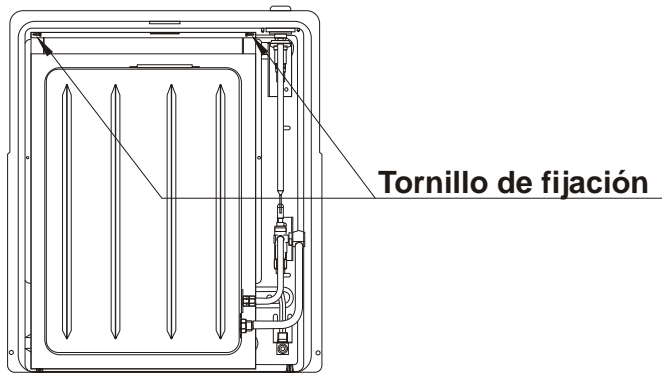

Fig.11
- En esa posición y controlando que el calefactor quede nivelado, marque en la pared la posición de los **2 orificios de fijación** en la Espalda (Fig. 11). Retire el calefactor y haga las perforaciones en la pared para colocar los tarugos correspondientes.
- En esa posición y controlando que el calefactor quede nivelado, marque en la pared la posición de los **2 orificios de fijación** en la Espalda (Fig. 11). Retire el calefactor y haga las perforaciones en la pared para colocar los **tarugos** correspondientes.